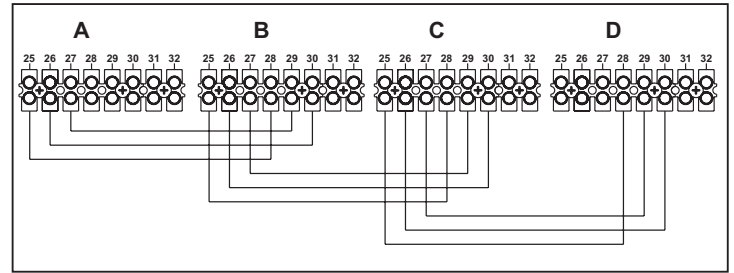

fig. 23 - Collegamento in cascata
1. Collegare i moduli come mostrato in fig. 23
Se questo non avviene, togliere alimentazione elettrica e controllare il cablaggio in fig. 23.